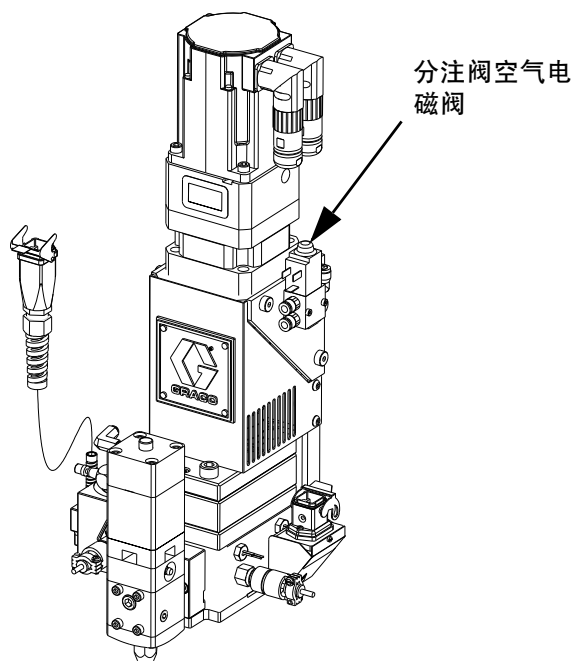

图 16:分注阀空气电磁阀
8. 如果分注设备无法由控制中心启动，请参考图 16，并执行下列步骤，以打开分配阀，排解流体压力：
- 手动启动电磁阀上的柱塞，它会打开分配阀，排解流体压力。请参见图 16。